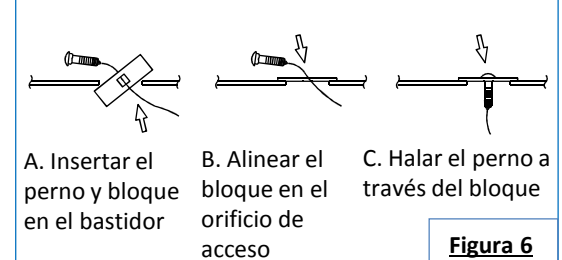

Figura 6
10. **Instalar los pernos de carruaje y bloques:** Usar el método del cable de insertar a la inversa, fijar los cables de insertar en los pernos de carruaje e instalar los pernos de carruaje de 1/2 y los bloques espaciadores en las ranuras traseras en la parte inferior de los largueros del bastidor. **Ver la Figura 6.**